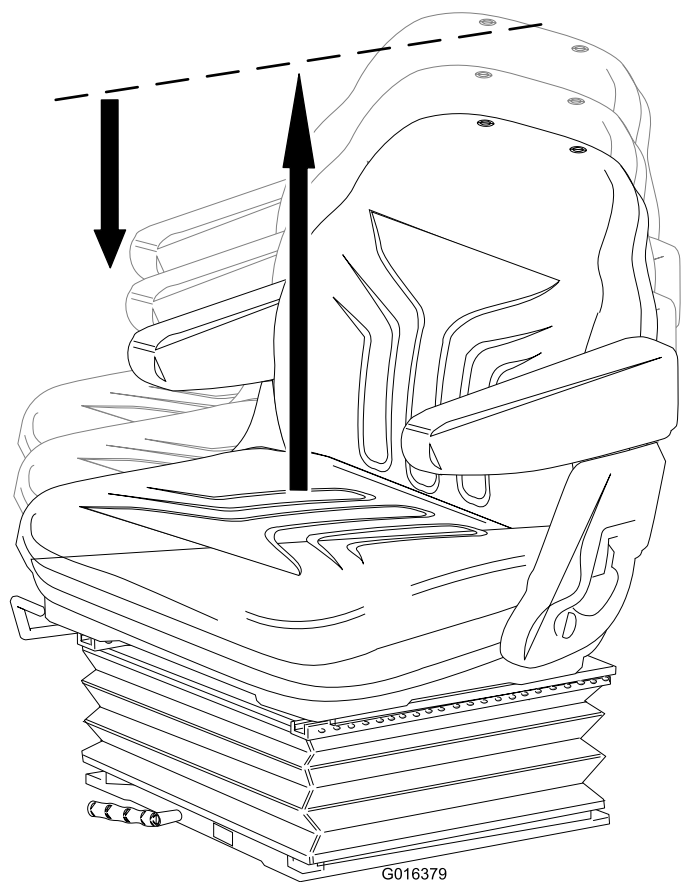

Figura 13
- **Regolazione dell'altezza:** Sollevate manualmente il sedile per regolare l'altezza secondo determinati incrementi. Per abbassarlo, sollevate il sedile fino oltre l'altezza massima, quindi lasciatelo scendere fino all'altezza minima (Figura 13).